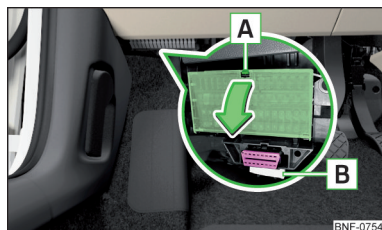

Fig. 167
Sikringerne er placeret under rattet på undersiden af instrumentpanelet » Fig. 167.
- Tryk på låsetappen **A** » Fig. 167.